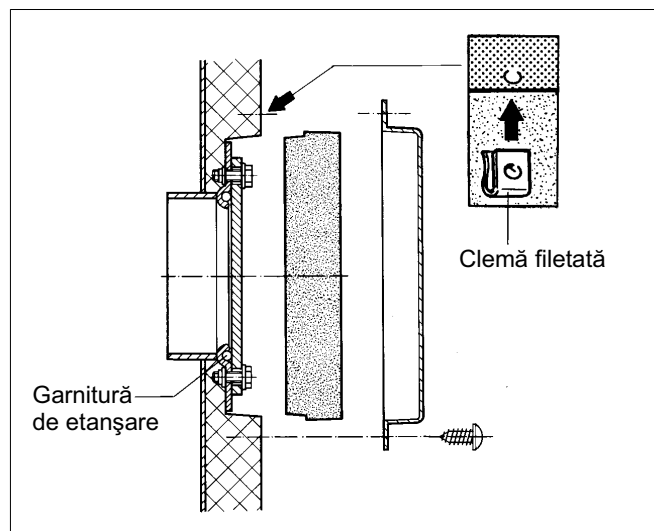

Fig. 9
- Discul termoizolant se montează în fața gurii de vizitare frontale (Fig. 9).
- Cele 4 cleme filetate se introduc peste perforațiile din folia de protecție a termoizolației (Fig. 9).
- Se fixează masca în fața capacului gurii de vizitare cu 4 șuruburi pentru tablă (Fig. 9).
- Se demontează masca din fața gurii de vizitare (Fig. 9).
- Se deșurubează șuruburile cu cap hexagonal din capacul gurii de vizitare frontale, se scoate capacul (Fig. 9).
- Discul termoizolant se așează în fața capacului gurii de vizitare (Fig. 9).
- Se fixează masca în fața gurii de vizitare cu șuruburi pentru tablă (Fig. 9).